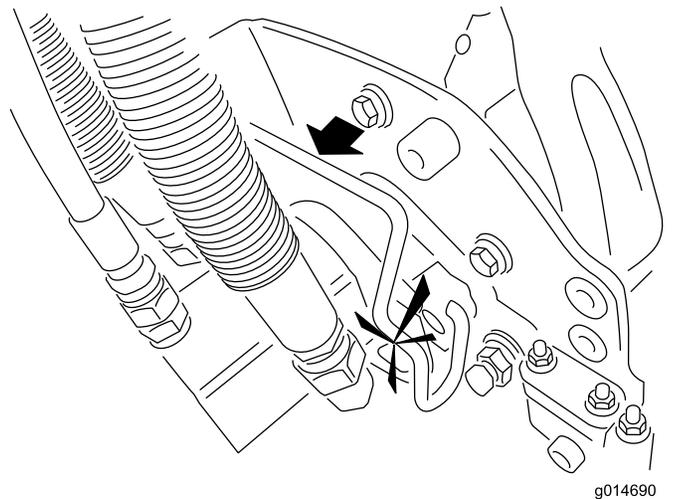

Figura 34
- 5. Revista o veio estriado do motor da unidade de corte com massa lubrificante limpa (Figura 34).
- 6. Insira o motor no lado esquerdo da unidade de corte (visto da posição do operador) e empurre a barra de retenção do motor na unidade de corte na direcção do motor até ouvir um “clique” de ambos os lados do motor (Figura 34).